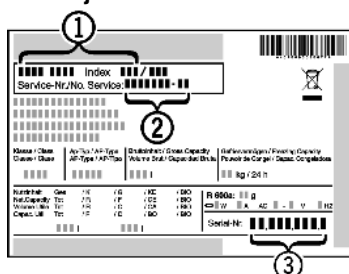

Fig. 52
- ▶ Odczytać z tabliczki znamionowej oznaczenie urządzenia Fig. 52 (1), nr serwisowy Fig. 52 (2) oraz numer seryjny Fig. 52 (3). Tabliczka znamionowa znajduje się po lewej stronie wewnątrz urządzenia.